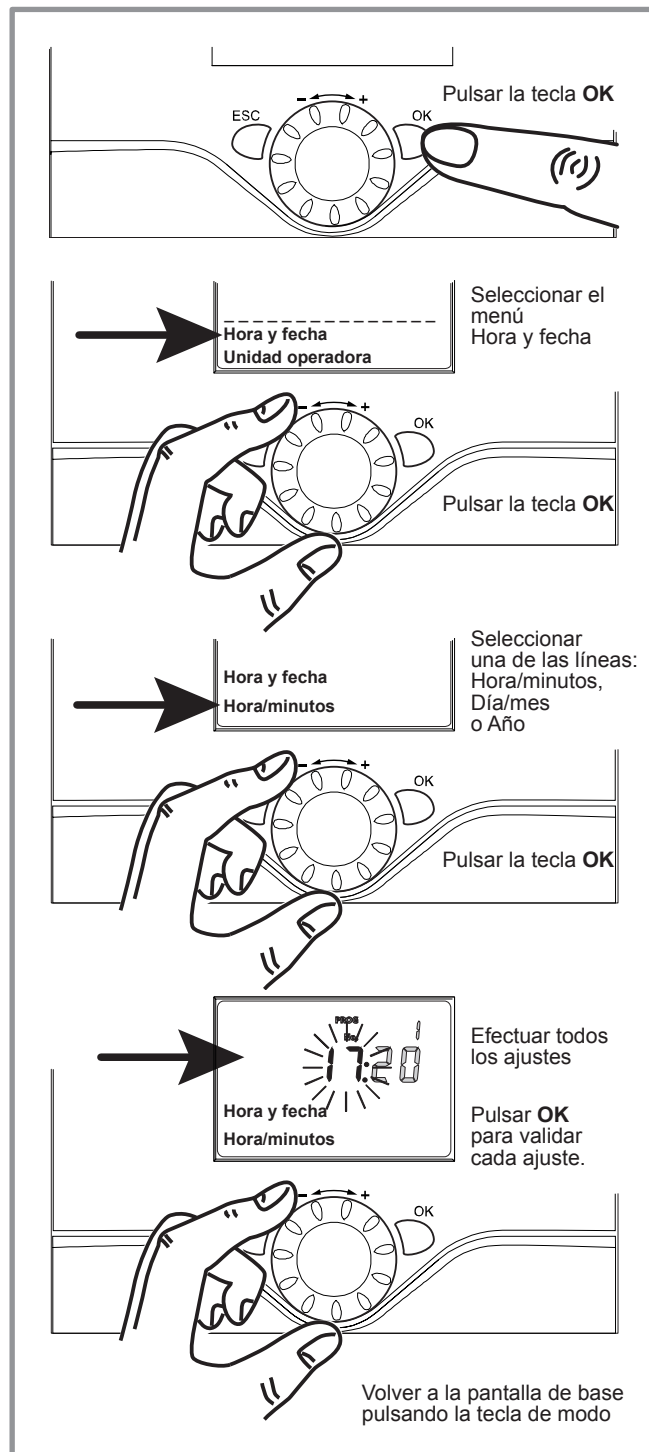

figura 7 - Ajuste de la hora
- Ajustar la hora y la fecha, si fuese preciso (figura 7).